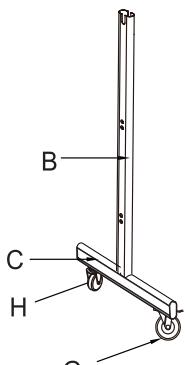

Fig.3
4. Installez une roulette ordinaire (H) et une verrouillable (G) dans la base (C) (voir Fig. 3).